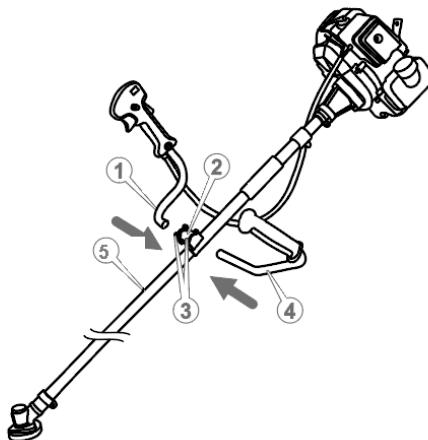

Рисунок 3. Схема встановлення руків'їв виробу.
- на кронштейні (2, рис. 3) викрутити шестигранним ключем чотири гвинти (3, рис. 3) і з'єднати його;
- встановити верхню і нижню частини кронштейна (2 рис. 3) на «штангу» (5, рис. 3) і з'єднати так, щоб частини руків'я вільно входили в отвори кронштейна;
- розташувати кронштейн таким чином, щоб руків'ями було зручно керувати мотокосою, а трося (21, рис. 1) керування дроселем і запалюванням був послаблений, та затягнути до упору гвинти (3, рис. 3). Перевірити надійність кріплення руків'їв – прокручування в кронштейні не допускається.